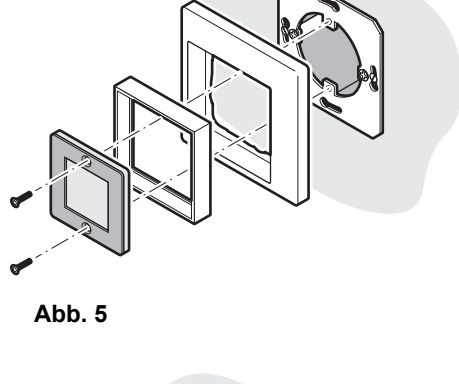

Abb. 5
4. Lichtblende, Innenrahmen (nicht im Lieferumfang) und Abdeckrahmen (nicht im Lieferumfang) einsetzen und verschrauben (Abb. 5 und 6).